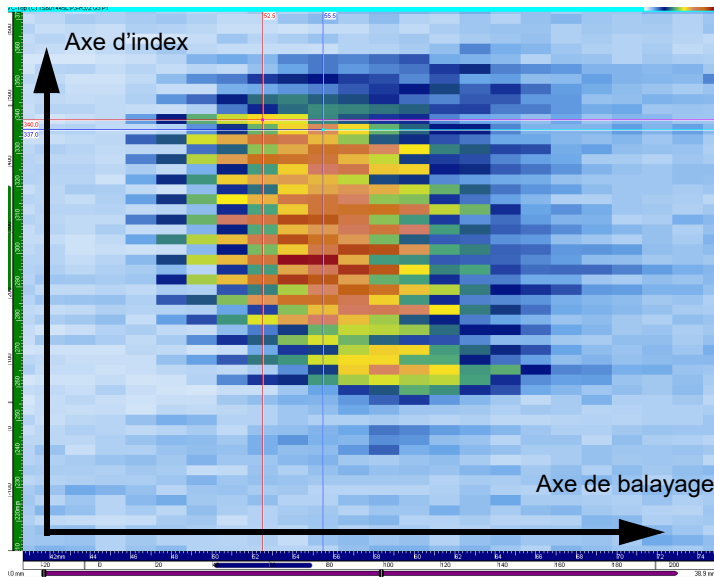

Figure 7-82 Position des curseurs
2. Affichez un C-scan, une vue de dessus (C) ou une vue de dessus (C) corrigée pour le volume.
3. Positionnez les curseurs de référence et de mesure dans la grille mécanique pour effectuer la correction souhaitée sur les axes de balayage et d'index (voir l'exemple de la Figure 7-82 à la page 447).